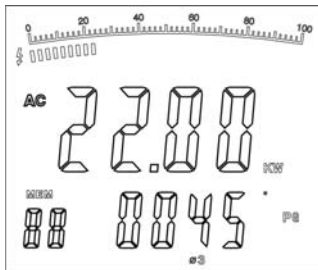

Figura 11
3. Después de la grabación de la medición de potencia de corriente bifásica, presione SEL de nuevo para seleccionar  $\text{③}$ . La pantalla doble muestra el valor KW de potencia activa y el PG trifásico, como en la figura 11.